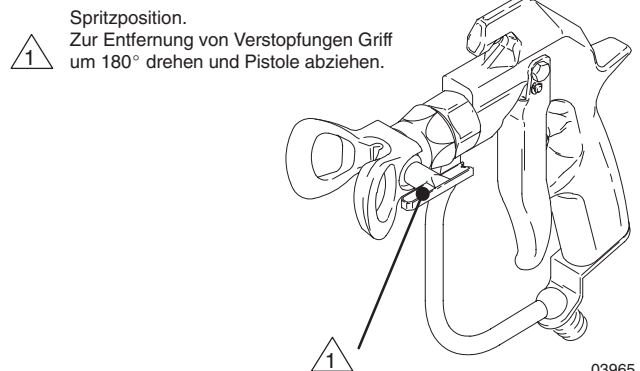

Abb. 4
2. Die Abzugssperre an der Pistole verriegeln. Den RAC IV-Düsengriff um 180° drehen. Siehe Abb. 4.
4. Die Abzugssperre verriegeln. Den Düsengriff in die Spritzposition zurückstellen. Siehe Abb. 4.